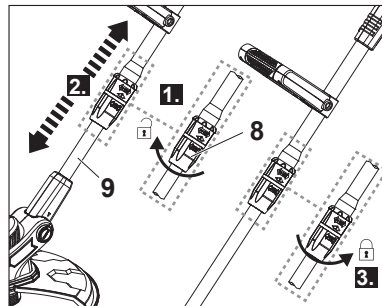

Fig. 13
1. Afloje el manguito de bloqueo (8) girándolo en el sentido de las agujas del reloj (Fig. 13, paso 1).
2. Tire de la sección inferior del tubo telescópico (9) para extraerla o empújela para recogerla en el interior de la sección superior y ajustarla a la longitud deseada (Fig. 13, paso 2).
3. Apriete el manguito de bloqueo (8) para bloquear el tubo telescópico a la longitud ajustada (Fig. 13, paso 3).